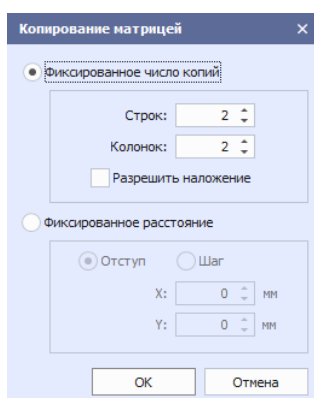

Рис. 229 Фиксированное число копий
- Фиксированное число копий (см. Рис. 229) – укажите число строк и колонок и установите при необходимости флаг в поле «Разрешить наложение», для допуска наложения копируемых объектов друг на друга.